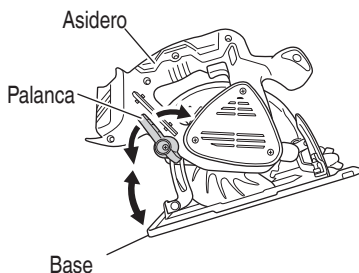

Fig. 8
6. Ajuste de la profundidad de corte (Fig. 8)
2. Compruebe si la palanca está apretada. Si la palanca de ajuste de la profundidad de corte (Fig. 8) estuviese floja, podrían producirse lesiones. Cerciérese de que esté apretada con seguridad.